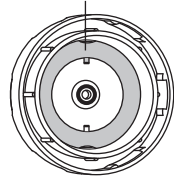

Fig.4
- Antes de llenar la botella del VA con solución, compruebe que la junta del interior del tapón de la botella está limpia. (Fig. 4)